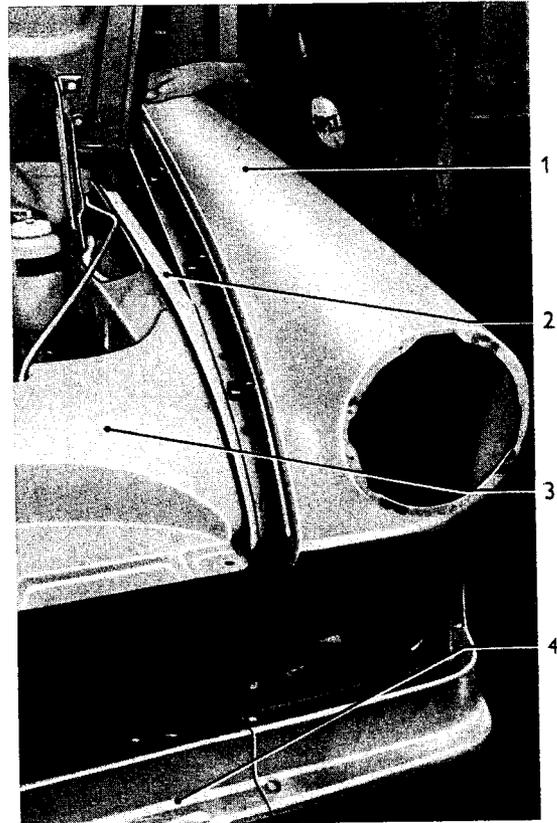

Bild 6 - Kotflügel zum Einbauen über Luftleitblech gehängt
3. Kotflügel mit Frontseite zuerst über Luftleitblech (6/3) hängen, dann auf Radeinbau aufsetzen und Löcher zueinander ausrichten (Bild 6).